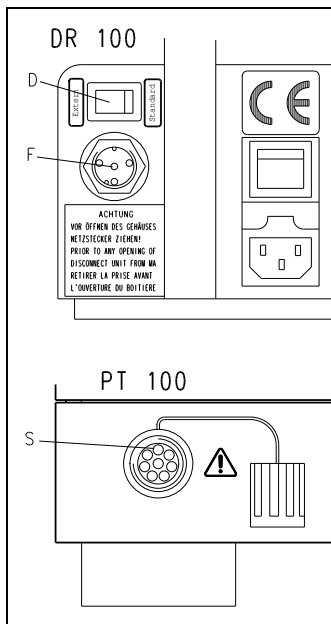

Abb.10
- Schnittstelle **S** des PT 100 mit der Schnittstelle **F** der DR100 verbinden. **Abb.10**